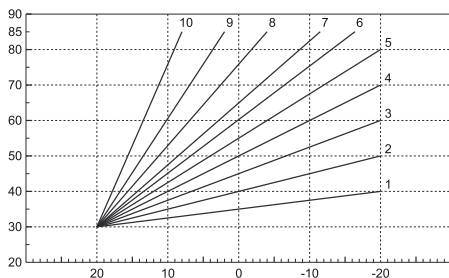

fig. 24 - Krzywe kompensacji
- **Krzywe:** wybrać tę pozycję i użyć przycisków „+” i „-” po stronie c.w.u. ( $\frac{1}{\text{R}^2}$ ), aby wyregulować żądaną krzywą w zakresie od 1 do 10. Po ustawieniu krzywej na 0, regulacja z temperaturą płynną jest wyłączona (patrz fig. 24 - Krzywe kompensacji).